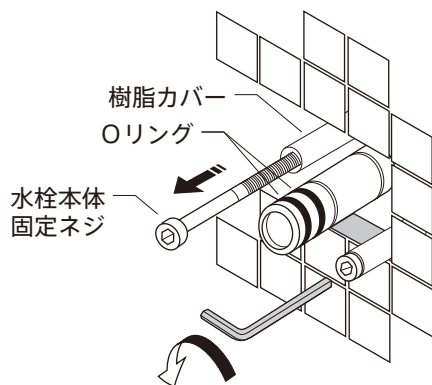

図 6
6. 水栓本体を壁埋め込み部品に差し込み、付属の水栓本体固定ネジ（4本）にて固定します。（図6）